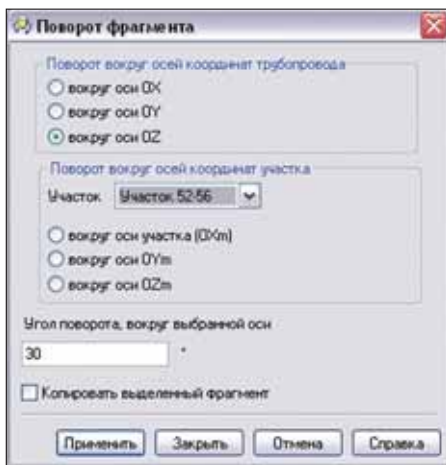
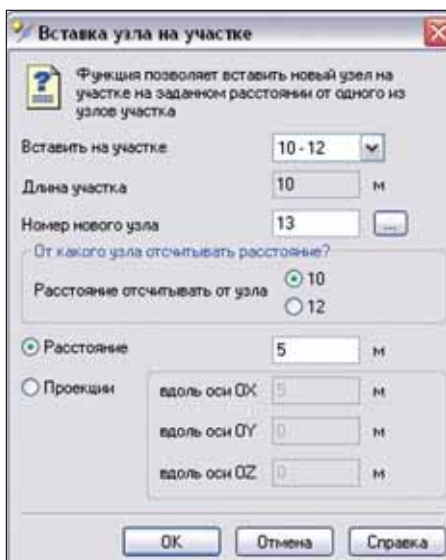
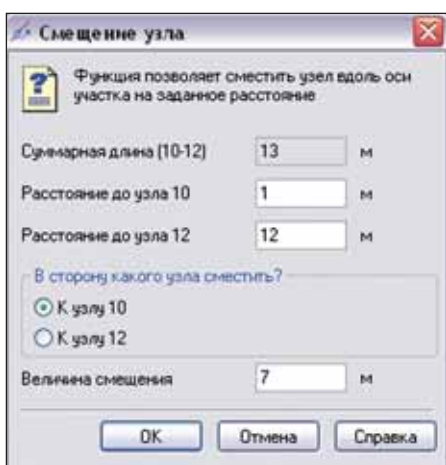

Рис. 7. Поворот фрагмента трубопровода
Рис. 8. Вставка узла
Рис. 9. Смещение узла
- Улучшены функции поворота фрагмента трубопровода (рис. 7), вставки узла (рис. 8), смещения узла (рис. 9).